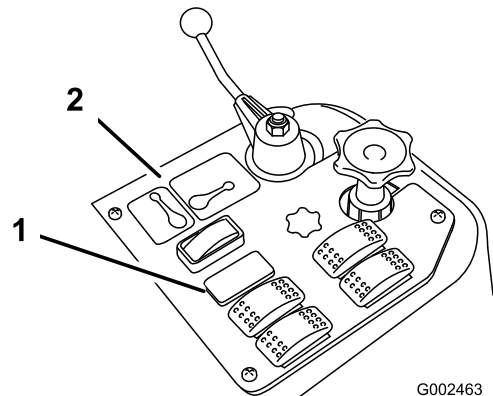
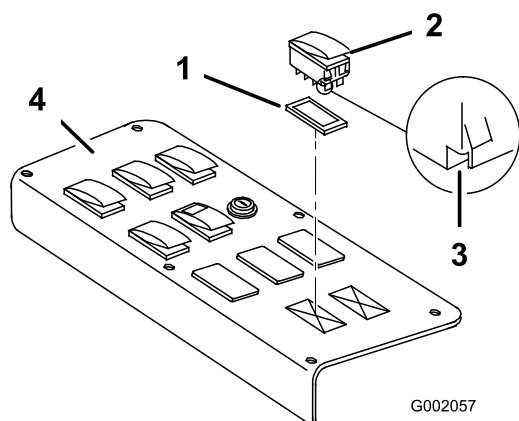

Figure 17
Figure 18
1. Déposez le panneau de commande de pulvérisation pour exposer le côté inférieur (Figure 17 pour le modèle 1200 et Figure 18 pour le modèle 1250).
- Retirez le cache qui occupe l'emplacement de l'interrupteur des rampes soniques sur le panneau de commande et montez l'interrupteur (Figure 17 pour le modèle 1200 et Figure 18 pour le modèle 1250).
Remarque: Orientez l'interrupteur comme illustré à la Figure 18, avec l'encoche dirigée vers l'arrière du véhicule.